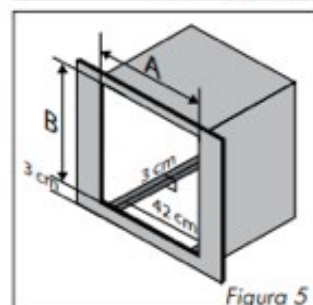

Figura 5
1. Trace las medidas de corte como se indica, a continuación (Ver figura 5).
2. Al construir el mueble donde será instalado el horno, se debe dejar un espacio libre mínimo de 4,5 cm entre el mueble y cada tapa lateral del horno (Ver figura 5).